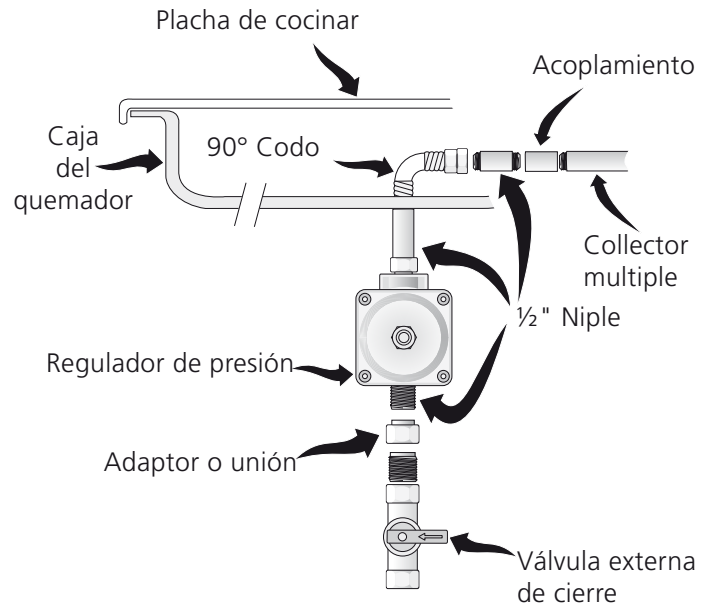

Figura 7
A. Plancha de cocinar 26" (vea figura 7)